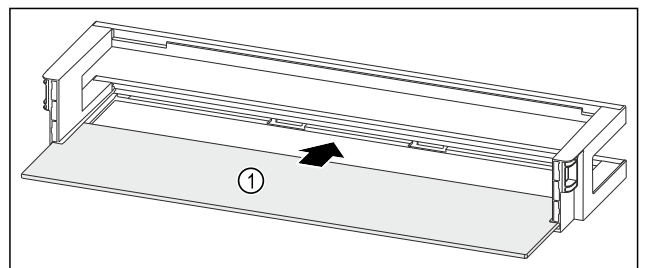

Fig. 93 Лотки на дверцятах з полицею
- ▶ Посуньте полицю Fig. 93 (1) у бічні пази.